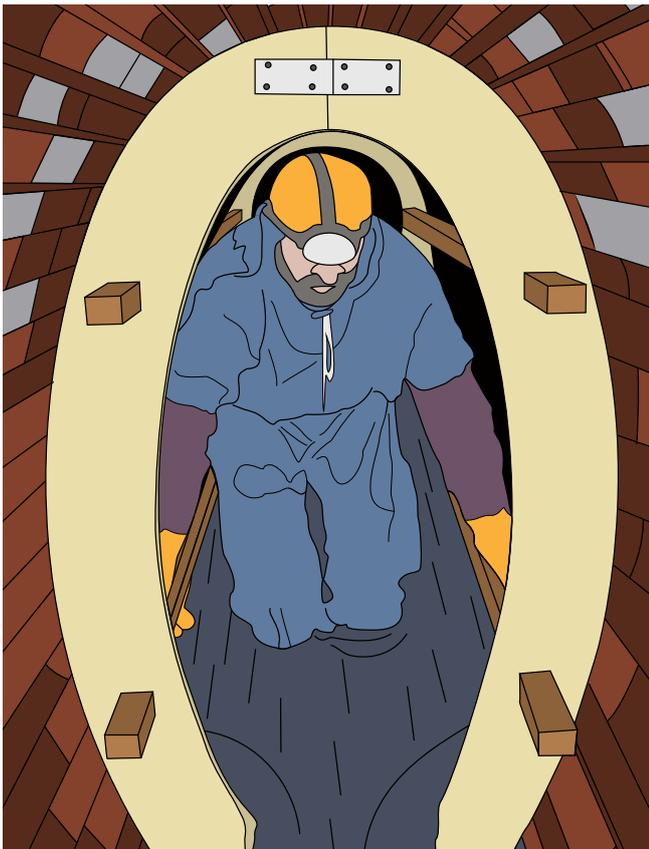
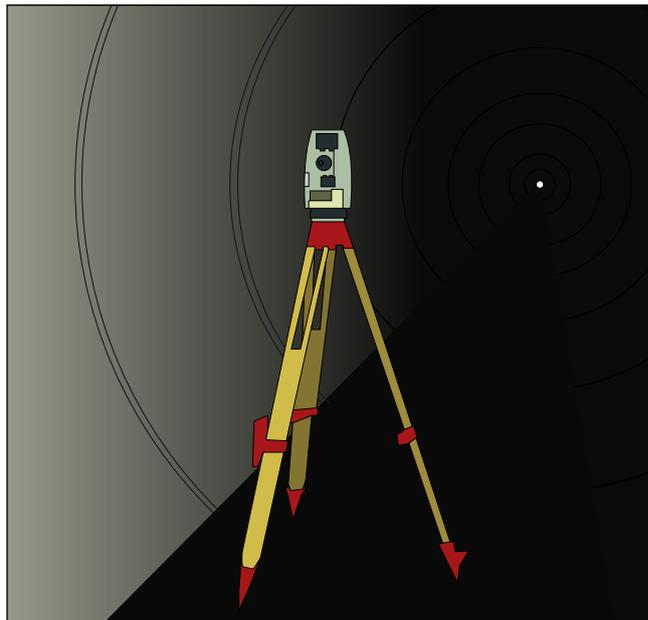

Fig. 18: Exemplo de modelo 3D em madeira
Fig. 19: Varrimento laser 3D
- Determinação das dimensões exteriores dos perfis de tubos utilizados, ou seja, as dimensões máximas do suporte e o comprimento do tubo a montar. De acordo com o método WRc1, recomenda-se ter em consideração uma espessura mínima de argamassa fina de 25 mm. Também pode ser feito através de um digitalizador 3D (Fig. 19) ou fazendo passar ao longo do esgoto um modelo feito de madeira (Fig. 18 e Fig. 20) ou de aço (Fig. 21) com as dimensões exteriores extremas do tubo a ser montado. É sempre altamente recomendável verificar o modelo.